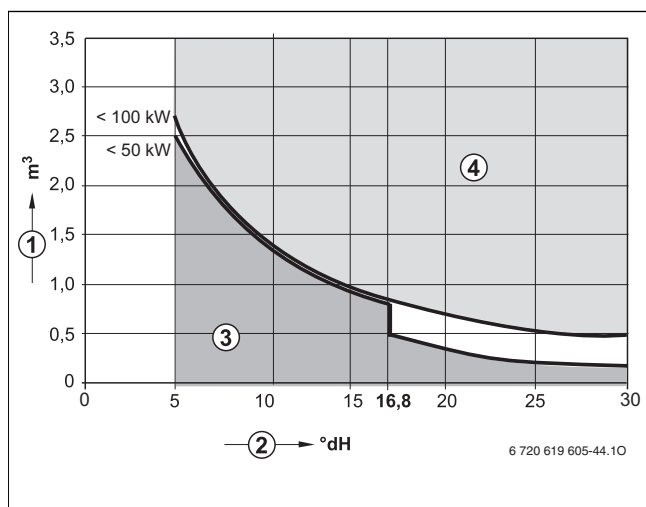

Рис. 6 Требования к воде для заполнения отдельного котла мощностью до 100 кВт
- Заполняйте систему только чистой водопроводной водой (учитывайте график на рис. 6).
- Если фактически необходимое количество воды для заполнения системы больше, чем объём воды за весь срок службы (→ рис. 6), то необходимо провести обработку воды. При этом можно использовать только разрешённые фирмой Buderus химикаты, средства для обработки воды и др.